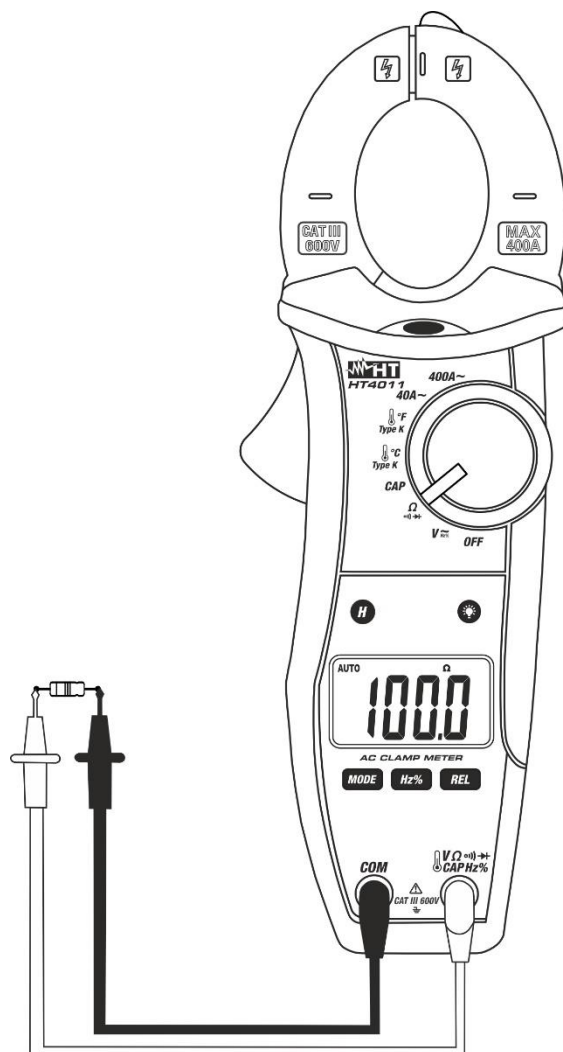

Fig. 6: Uso da pinça para medição de Resistências
3. Colocar as ponteiros nos pontos pretendidos do circuito em exame (Fig. 6). O valor da resistência será apresentado no display.